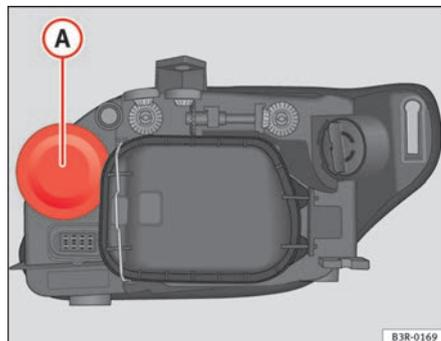

Fig. 214 Lámpara luz intermitente
- Extraiga la tapa de goma ⇒ fig. 214 tirando de ella.